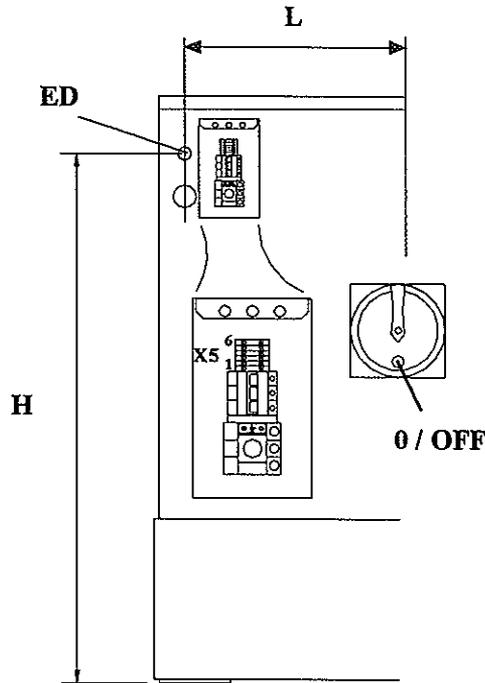

fig. 25
This wire must be fixed to the hole **ED** (*fig. 25 and 26*) at the washer inlet (refer to Connection Technical Sheet for dimensions, **clause 4.4.c**), by a safety union solid enough to accommodate machine's movement and the vibrations generated during extraction.
Este tubo debe fijarse al orificio **ED** (*fig. 25 y 26*) de entrada a la lavadora (ver cotas en Hoja Técnica de Conexión, **apdo 4.4.c**), mediante una unión segura, suficientemente sólida para resistir las tracciones durante el movimiento de la máquina y la vibraciones generadas durante el centrifugado.
Il faut fixer ce tuyau à l'orifice **ED** (*fig. 25 et 26*) d'entrée à la machine (voir cotes sur la Feuille Technique de Raccordement, **section 4.4.c**) par un raccord sûr, suffisamment solide pour résister les tractions durant le mouvement de la machine et les vibrations occasionnées durant l'essorage.
- Secure the wire guard in the hole **ED** (*fig. 25*) and insert the wire inside the terminal block.
- Connect the supply wire to terminals **X5**, (*fig. 25*), refer to enclosed table, depending on the type of washer control.
- Fijar el protector del conductor en el orificio **ED** (*fig. 25*) e introducir el conductor en el interior de la caja de bornes.
- Conectar el conductor de alimentación a los bornes **X5**, (*fig. 25*), según tabla adjunta, dependiendo del tipo de control de la lavadora.
- Fixer le protecteur du câble sur l'orifice **ED** (*fig. 25*) et introduire le câble à l'intérieur du boîtier de bornes.
- Connecter le câble d'alimentation aux bornes **X5**, (*fig. 25*), suivant le tableau ci-joint, et d'accord au type de contrôle de la machine.